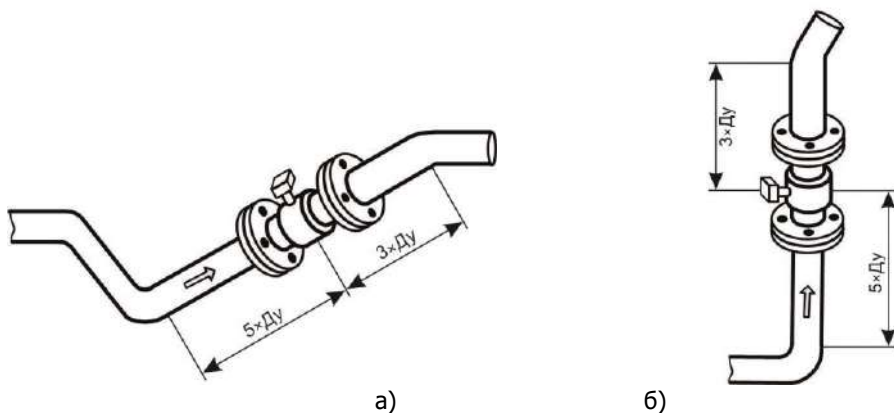

Рисунок 5.3 – Примеры установки сенсора, обеспечивающие его заполнение рабочей средой при отсутствии потока: а) наклонная; б) вертикальная
**Наклонная и вертикальная установка сенсора:** применяется в напорных трубопроводах, рисунок 5.3. Предпочтительно монтировать сенсор на восходящем участке (поток снизу вверх), в противном случае существует опасность проникновения воздуха в трубопровод, что приведет к дополнительным погрешностям измерений (ориентация индикатора вокруг продольной оси значения не имеет).